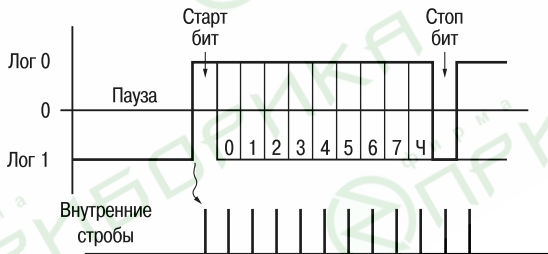

Рис. 1.2. Формат кадра данных
1.4. Оба указанных интерфейса поддерживают *асинхронный режим передачи*. Данные посылаются блоками (кадрами), формат которых представлен на рис. 1.2. Передача каждого кадра начинается со *старт-бита*, сигнализирующего приемнику о начале передачи, за которым следуют биты данных и бит четности. Завершает посылку *стоп-бит*, гарантирующий паузу между посылками.